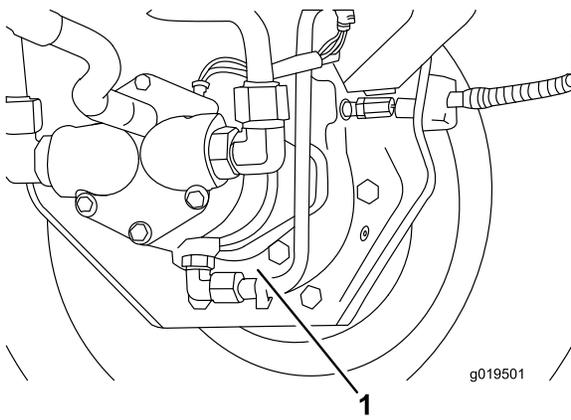

Figura 65
3. Coloque o recipiente de escoamento por baixo da caixa do travão, retire o tampão e deixe o óleo escorrer para o recipiente (Figura 65).